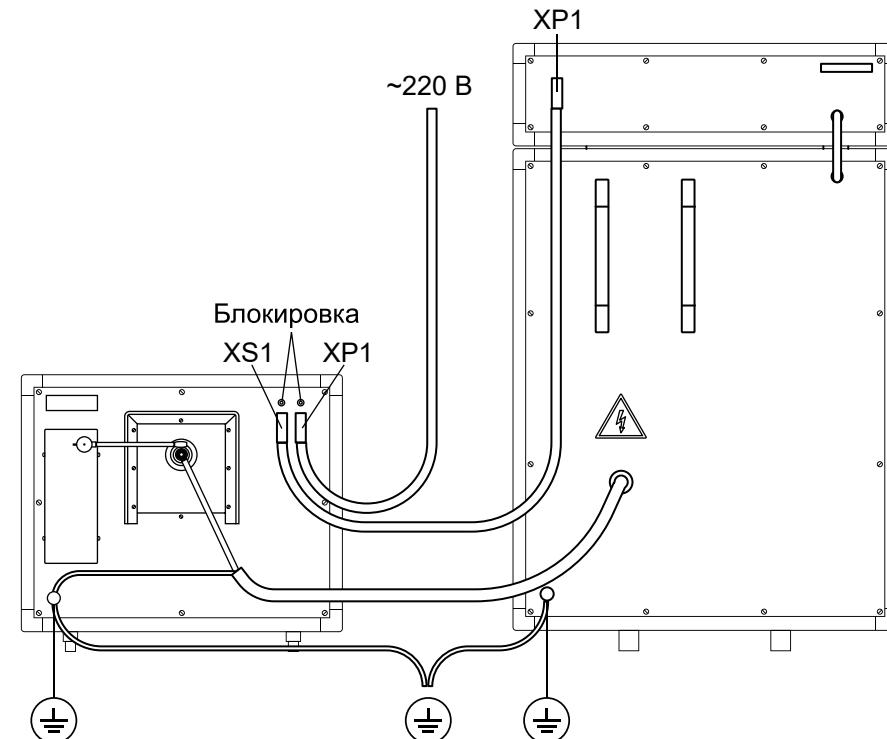

Рисунок 3 – Схема подключения АВ-20М и БП-2.
6.2 Заземлите аппарат и блок-приставку (рисунок 3).